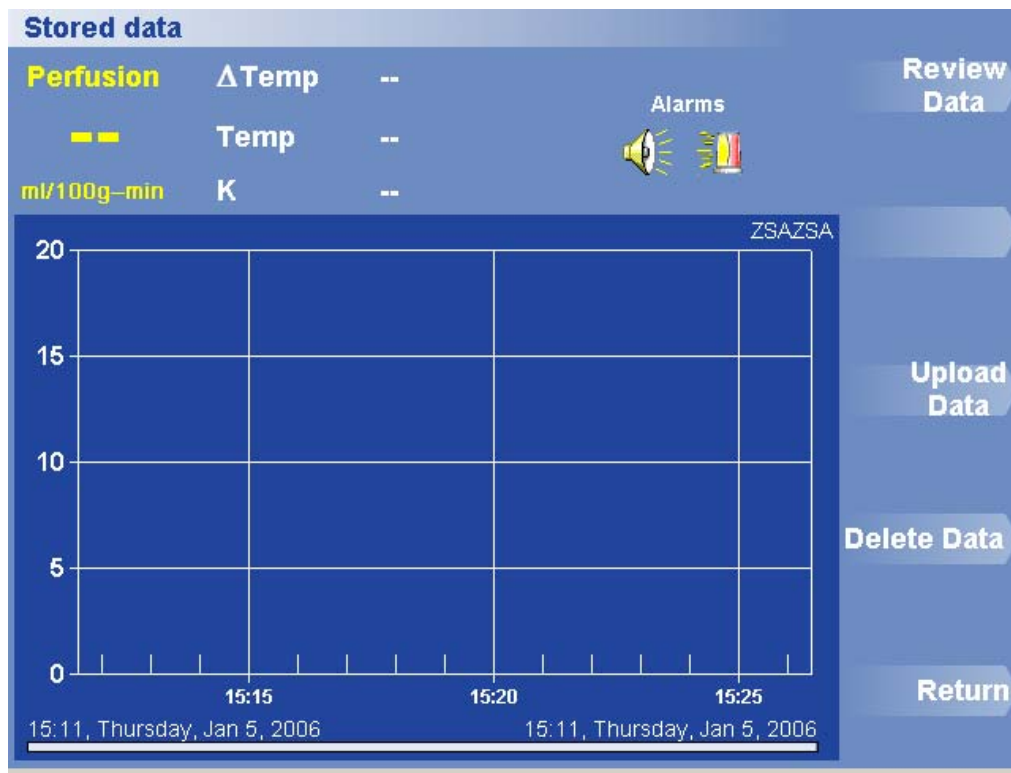

図 15 保存データ メニュー
1. Stored Data（保存データ）を押します。保存データメニューが表示されます（図15）。